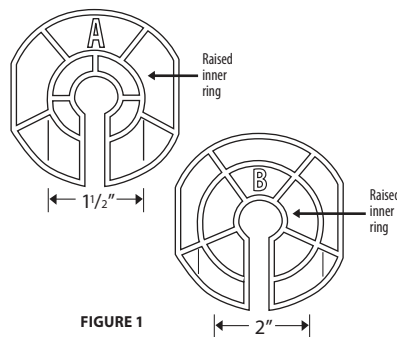

FIGURE 1
We recommend that you remove the entire drain assembly. To remove this assembly you must first remove the plastic nut found on the outside of your Rubbermaid tank. This nut holds the drain assembly in place. After the nut is removed, the drain assembly can be removed. You should remove the threaded drain assembly, plastic nut and rubber gasket. Save these items to be reinstalled in your tank after the heating season. If you're using a Rubbermaid tank and have removed the drain assembly as described above, you should choose side "B" of the nut as shown in figure 1. You will install your de-icer with this side facing the tank.
1. Determine the correct side by placing the nut against the drain hole on the outside of the tank. Try to fit the diameter of the raised inner ring of each side of the nut into the inner diameter of the drain hole (see figure 1). Choose the side that fits most snugly. This will help secure and center the de-icer within the opening of larger drain holes found on some tanks.
figure 1 is larger in diameter than the drain hole diameter found on your tank, then you may use either side of this nut. This indicates that the drain hole is small enough to allow your de-icer to remain centered within the drain opening.
Une fois l'écrou enlevé, l'ensemble de drainage peut être retiré. Vous devriez retirer l'ensemble de drainage fileté, l'écrou de plastique et le joint de caoutchouc. Conservez ces articles qui pourront être réinstallés dans le réservoir à la fin de la saison de chauffage. Si vous vous servez d'un réservoir Rubbermaid et que vous avez retiré l'ensemble de drainage tel que décrit ci-dessus, vous devriez utiliser le côté « B » de l'écrou, comme montré dans la figure 1. Vous devrez installer votre dégivreur en orientant ce côté vers le réservoir.
1. Déterminez le bon côté en plaçant l'écrou contre le trou de drainage se trouvant à l'extérieur du réservoir. Essayez d'ajuster le diamètre de l'anneau interne surélevé de chaque côté de l'écrou dans le diamètre interne du trou de drainage (voir la figure 1). Choisissez le côté offrant le meilleur ajustement. Cela vous aidera à fixer et centrer le dégivreur dans l'ouverture des trous de drainage plus gros se trouvant dans certains réservoirs.
- Si l'anneau interne surélevé (se trouvant des deux côtés de l'écrou) montré dans la figure 1 est plus large que le diamètre du trou de drainage de votre réservoir, vous pouvez utiliser n'importe quel côté de cet écrou. Cela indique que le trou de drainage est suffisamment petit pour que le dégivreur reste centré dans l'ouverture de drainage.